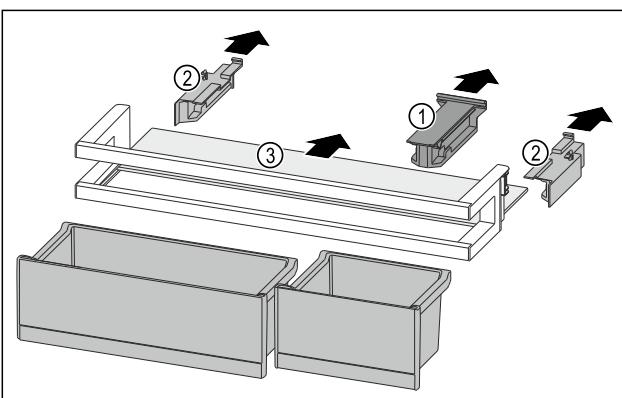

Fig. 132
- ▶ Издеглете задържащата част Fig. 132 (1).
- ▶ Издеглете страничните части Fig. 132 (2).
- ▶ Свалете рафта Fig. 132 (3).